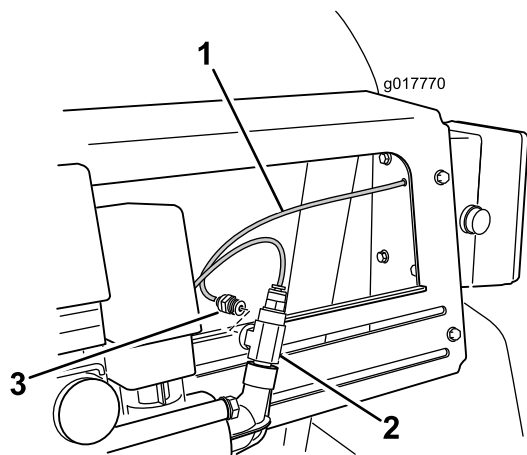

図 7
3. コントロールボックスの背面から出ている赤い水圧計用チューブを、T字フィッティングに接続する（図 7）。